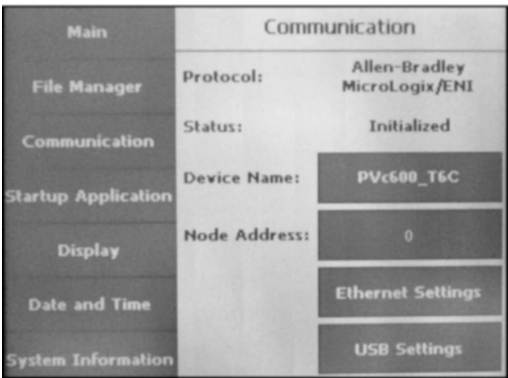
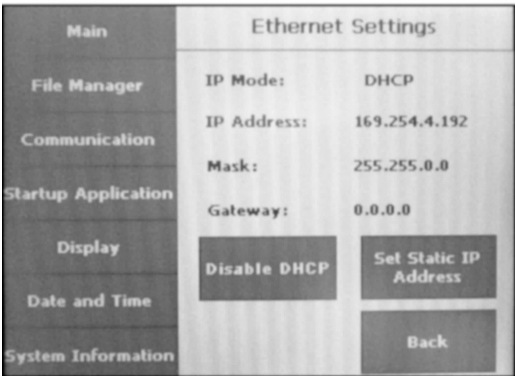
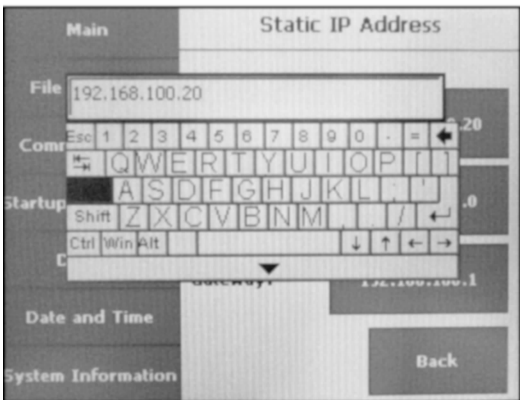
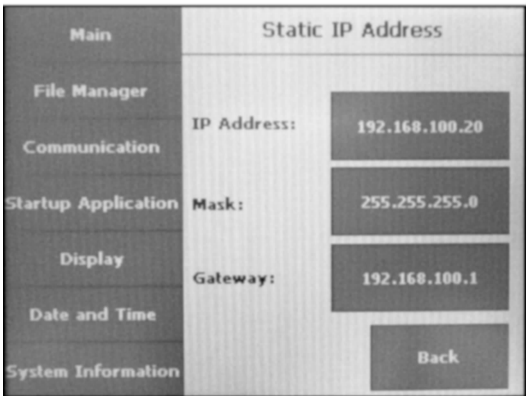

图 6-15 点击 Communication
图 6-16 自动获取 IP 地址
图 6-17 设置静态 IP 地址
图 6-18 设置完成的静态 IP 地址
3) 点击“Communication”选项，选择“Ethernet Setting”，如图 6-15 所示。如果 DHCP 使能，PanelView Component 可自动获取 IP 地址，如图 6-16 所示。如果 DHCP 禁止，必须手动设置 IP 地址。下面介绍如何手动设置 IP 地址，点击“Set Static IP Address”设置 PVC 600 的 IP 地址，如图 6-17 所示，设置完成的静态 IP 如图 6-18 所示。注意保证与计算机的 IP 地址在同一网段内。